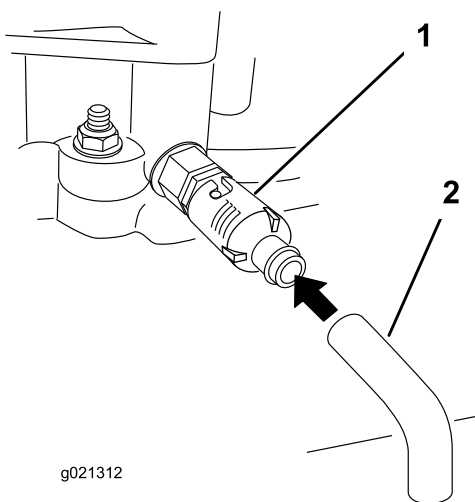

Figure 24
5. Placez un bac sous le flexible de vidange. Tournez le robinet de vidange d'huile pour permettre à l'huile de s'écouler (Figure 24).
7. Enlevez le flexible de vidange (Figure 24).